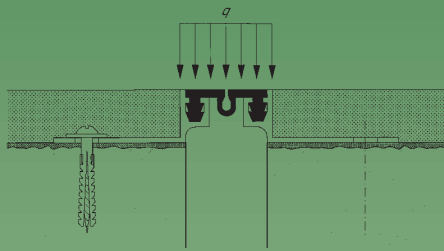

Abb. 3
- d) vibrationsfreie Auflagerung des Profils auf dem Unterboden, ggf. vollflächige Unterfütterung mit Kunststoffmörtel,  $\delta_D \geq 5,5 \text{ N/mm}^2$ , Distanzstücke aus Metall oder anderen geeigneten Maßnahmen [Abb. 3]